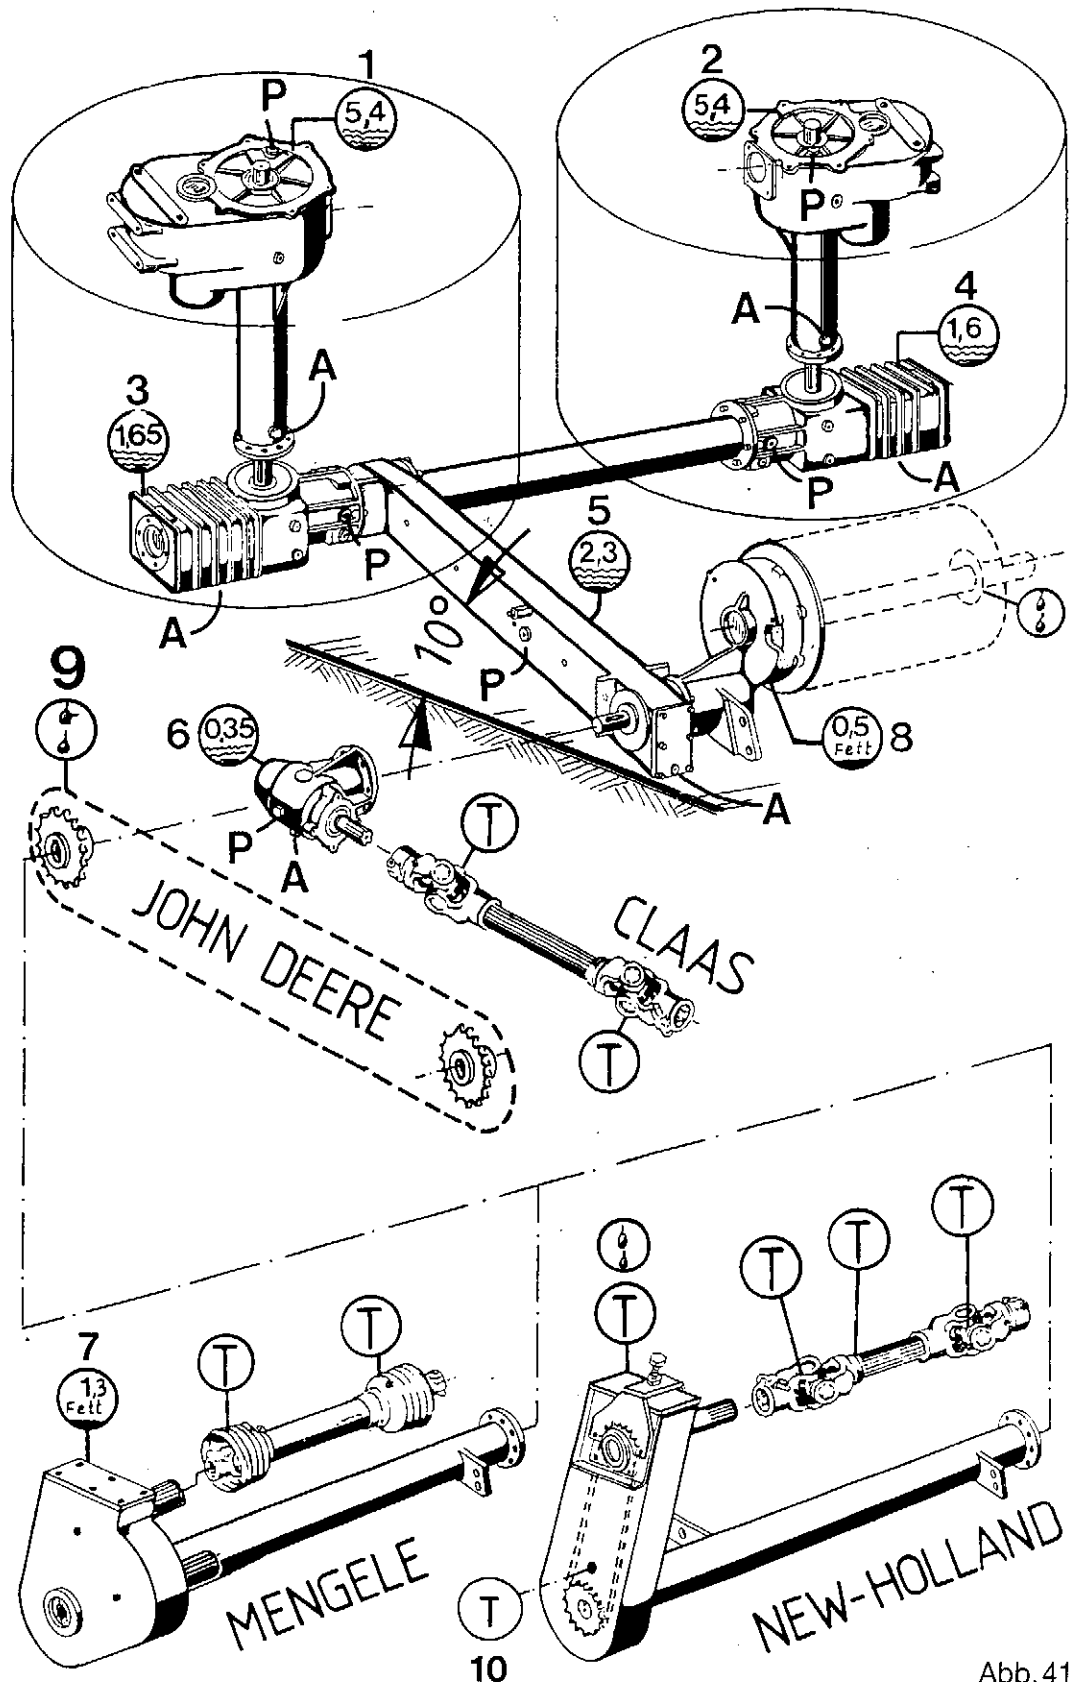

Abb.41
In den Getrieben 1 und 2, Abb. 41 sind Reibflächenkupplungen eingebaut. Das Öl in diesen Getrieben ist ein Hydrauliköl Typ
- Mähvorsatz 10° nach hinten geneigt anheben, siehe Abb. 40 und Abb. 41. Am linken Blattheber ist als Hilfsmittel eine kleine Wasserwaage unterhalb der Einzugsschnecke angebracht.